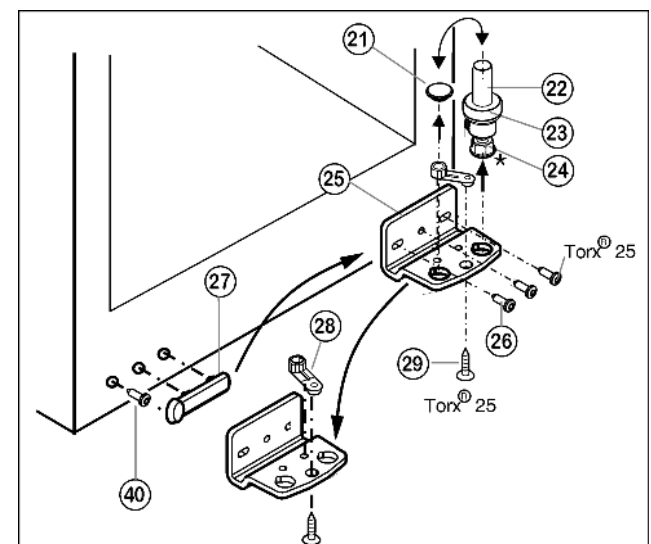

Fig. 5
- ▶ Extrageți în sus bolțul lagărului Fig. 5 (22) integral, împreună cu șaiba Fig. 5 (23) și piciorul reglabil* Fig. 5 (24).
- ▶ Scoateți dopul Fig. 5 (21).
- ▶ Deșurubați Fig. 5 (26) suportul de lagăr Fig. 5 (25).
- ▶ Deșurubați Fig. 5 (29) piesa suport Fig. 5 (28) și montați-o în gaura de fixare opusă a suportului lagărului, iar apoi înșurubați-o strâns.
- ▶ Scoateți cu atenție capacul de pe latura mânerului Fig. 5 (27), deșurubați șurubul Fig. 5 (40) și mutați-le pe partea opusă.
- ▶ Înșurubați **strâns (cu 4 Nm)** suportul lagărului Fig. 5 (25) pe noua latură a balamalei, folosind o șurubelniță cu acumulator dacă este cazul.
- ▶ Fixați dopul Fig. 5 (21) în cealaltă gaură.
- ▶ Reinstalați bolțul lagărului Fig. 5 (22) integral, împreună cu șaiba și piciorul reglabil*. Aveți grijă aici ca respectiva camă de cuplare să fie îndreptată către înapoi.
- ▶ Așezați ușa, de sus, pe bolțul lagărului inferior Fig. 5 (22).
- ▶ Aliniați eventual ușa cu carcasa aparatului prin intermediul celor două găuri alungite din suportul de lagăr inferior Fig. 5 (25). Deșurubați în acest scop șurubul mijlociu.